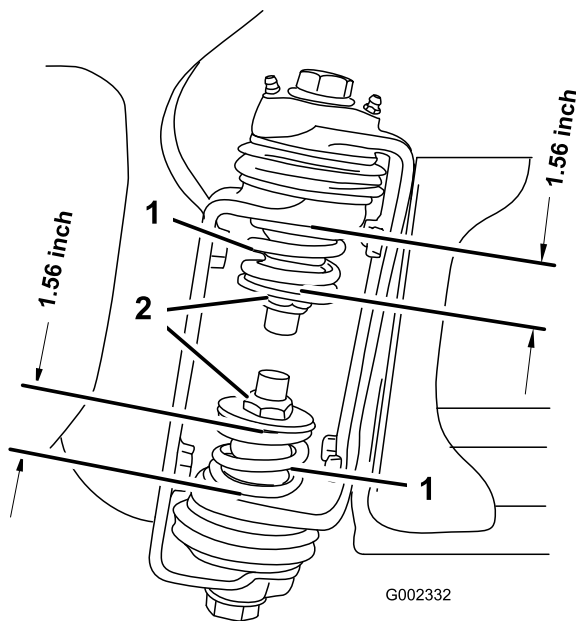

Bild 8
3. Messen Sie am Gelenk des Spritzgestänges die Komprimierung der oberen und unteren Federn, wenn die Spritzgestänge ausgefahren sind (Bild 8).